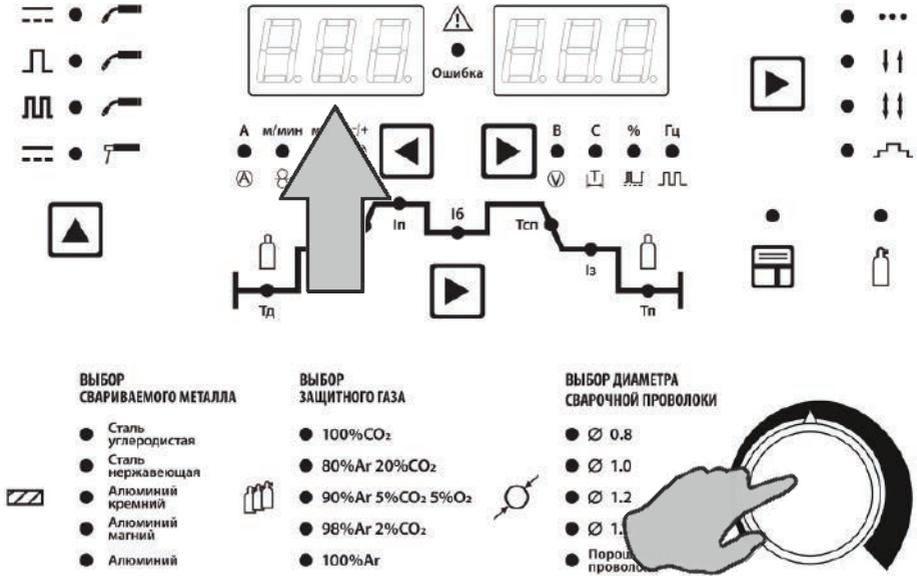

Рис. 8.7.16. Установка индуктивности.
16. Установите параметр «-/+» индуктивность (см. рис. 8.7.16). Нажмите на кнопку под левым индикатором, чтобы загорелся диод с знаком «-/+» (у. е.).